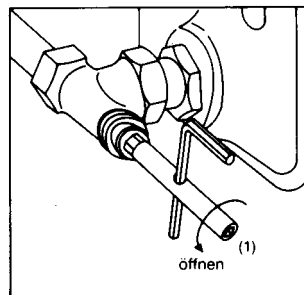

Bild 5
- 3.3 Ослабить шток вентилья шестигранным ключом № 10 (1), поворачивая его влево (max. на  $\frac{1}{4}$  оборота) (рис. 5).